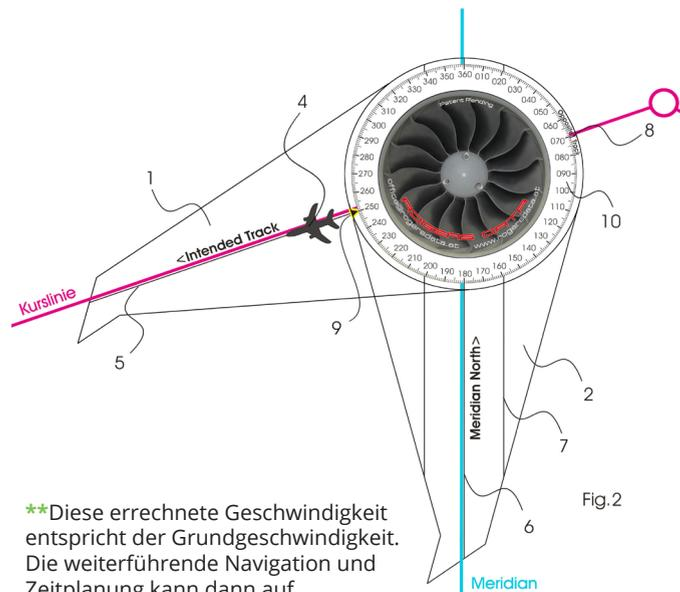

Fig. 2
Zur Ermittlung des Steuerkurses wird der Rogers Data Navigationszirkel® mit der Rückseite (Fig. 2) so auf einer Luftfahrtkarte positioniert, dass der Schenkel (1) mit dem Flugzeugsymbol (4) auf der Kurslinie in die gewünschte Flugrichtung zielt. Die zweite Schenkelseite (2) wird so gedreht, dass die durch die gesamte Mitte des Skalenträgers gezogene Linie (6) bzw. die Linien (7) parallel zu einem Meridian in der Karte verlaufen und der Schriftzug „Meridian North“ geographisch Nord festlegt. Der Steuerkurs kann an der Markierung (9) auf ein Grad genau abgelesen werden.
Zur Ermittlung einer Standlinie in Bezug auf ein VOR wird der Radial auf der Rückseite (Fig. 2) des Rogers Data Navigationszirkels® mit der Markierung (9) in Bezug zur Kompassrose (10) auf das Grad genau eingestellt. Der Navigationszirkel wird in der Folge mit dem Schenkel (2) so auf der Luftfahrtkarte positioniert, dass die Kompassrose nach magnetisch Nord des VORs ausgerichtet wird, also die Variation am Standort des VORs berücksichtigt wird. Weiters wird der Navigationszirkel so positioniert, dass die Mittellinie (5) vom Schenkel (1) mit dem Flugzeugsymbol über die Funknavigationsanlage in Richtung der Standlinie zielt. Ist auch die DME Entfernung bekannt, kann mit der Markierung (16) am Navigationszirkel die Entfernung auf der Skala (15) in NM (Nautischen Meilen) eingestellt werden und mit den Zirkelspitzen (19) die genaue Positionsbestimmung entlang der Standlinie erfolgen. Sind die Radiale von zwei Funknavigationsanlagen bekannt, kann die Position über den Schnittpunkt beider Standlinien ermittelt werden und zwar bei VORs unter Berücksichtigung der Variation vom Standort des VORs, bei NDBs unter Berücksichtigung der Variation am vermuteten Standort des Luftfahrzeuges.